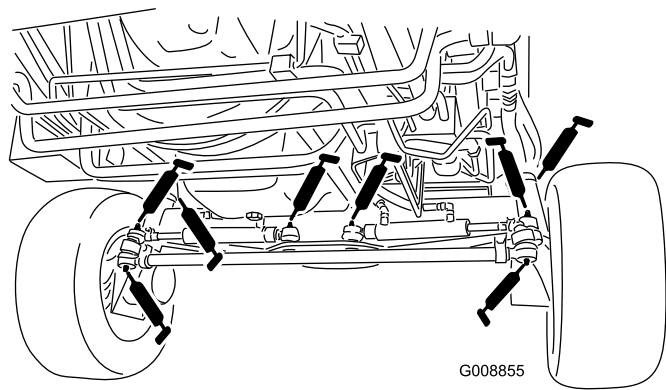

Рисунок 49
- Шаровые опоры гидроцилиндра рулевого управления (4 шт.) (Рисунок 49)
- Шаровые опоры поперечных тяг (2 шт.) (Рисунок 49)
- Втулки поворотных шкворней (2 шт.) (Рисунок 49).